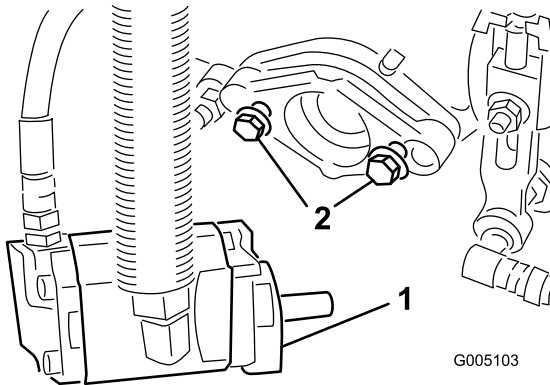

Bild 10
6. Lassen Sie ungefähr 13 mm Gewinde an jedem Befestigungsbolzen des Spindelmotors sichtbar (**Bild 10**).
8. **Ziehen Sie die Befestigungsschrauben fest** (**Bild 10**).